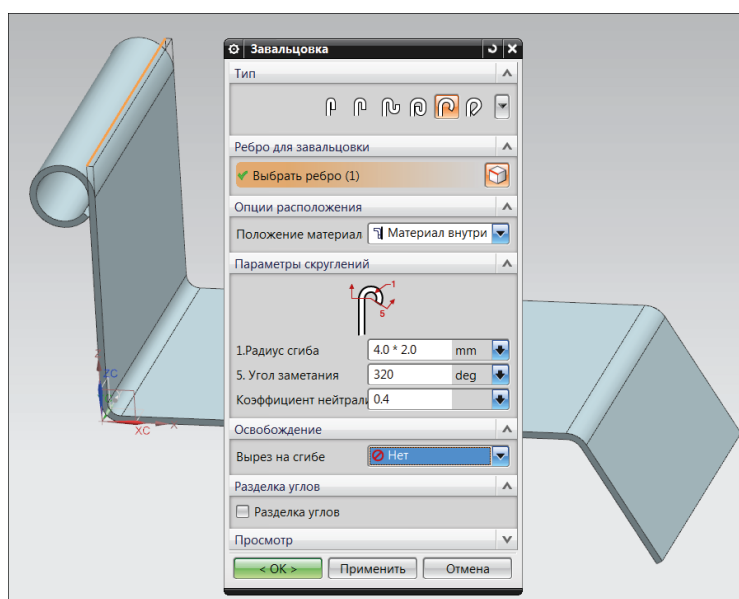

Рис. 1.14. Завальцовка
5. Создайте **Завальцовку** на первом фланце, которая направлена вне базовой пластины (рис. 1.14). Параметры **Завальцовки**: **Тип** – Открытая петля, **Опции расположения** – Материал внутри, **Параметры скруглений**: **Радиус сгиба** – 4.0 на 2.0, **Угол заметания** – 320°, **Коэффициент нейтрали** – 0.4, **Вырез на сгибе** – Нет, **Разделка углов** – не выполняется.